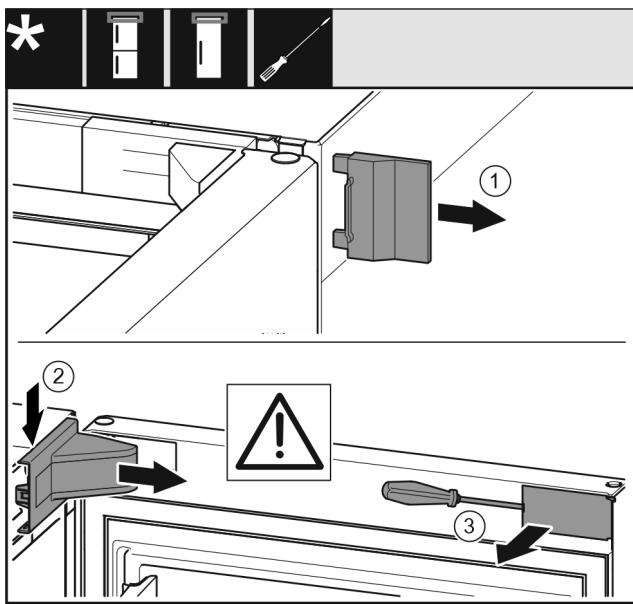

Fig. 12 *
- Retire la cubierta exterior Fig. 12 (1).*
- Retire la cubierta del soporte del cojinete Fig. 12 (2) y suéltela.*
- Desenganche la tapa ciega Fig. 12 (3) con un destornillador de punta plana y gírela hacia un lado.*